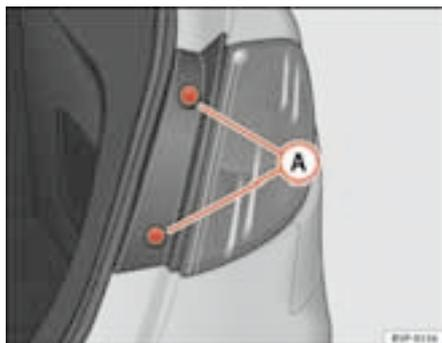

Fig. 185 Luz de población/freno
- Extraiga los tornillos ⇒ fig. 185 (A)